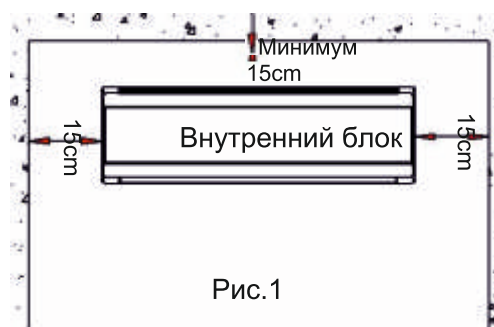

Рис. 1
- Обеспечьте расстояние, как указано на рис.1.
- Задняя часть внутреннего блока должна быть расположена близко к стене (рис.1)